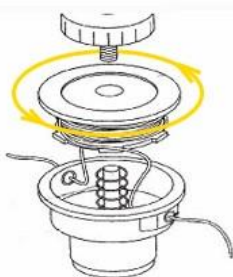

Рисунок 3
- наматывайте леску на шпулю по направлению, указанному стрелкой (см. рисунок 3), следя за тем, чтобы каждый отрезок лески находился в своем отделении;